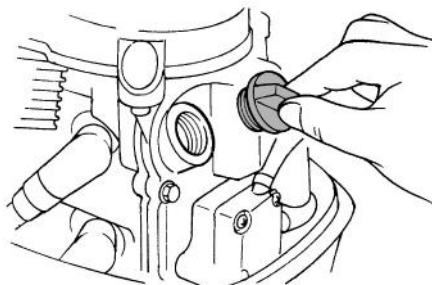
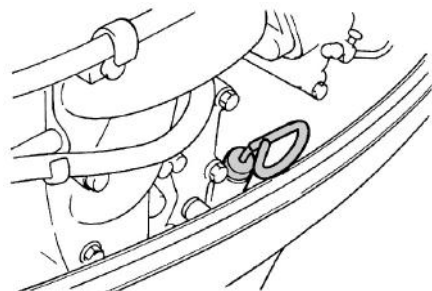

Рис. 19 Крышка маслосазливной горловины
Рис. 20 Масляный щуп
3. Открутите крышку маслосазливной горловины (Рис. 19), извлеките масляный щуп (Рис. 20) и протрите его насухо чистой ветошью.